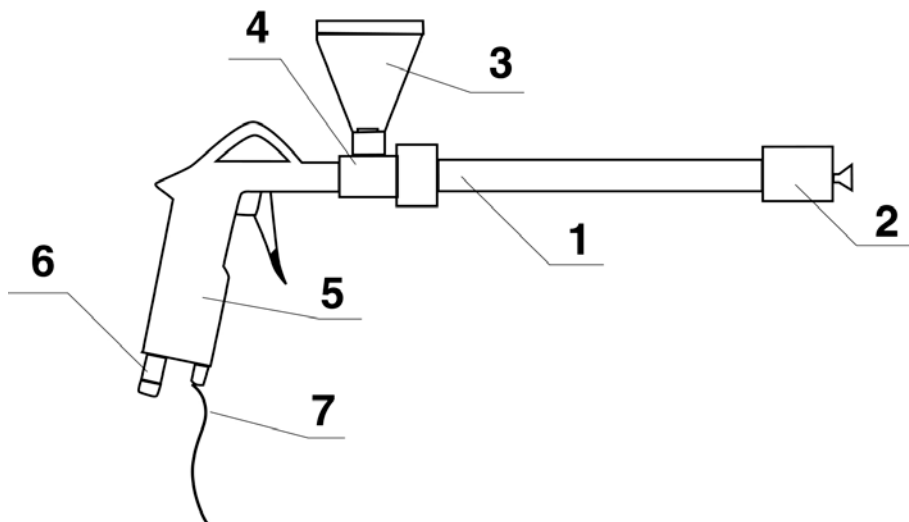

Рис.2
5. Для регулировки величины угла факела напыления использовать регулировочный раструб 2 (рис.2) на конце ствола распылителя;
1. Провод заземления 7 (рис.2) заземлить в единый контур с окрашиваемой деталью;
4. Для регулировки величины угла факела напыления использовать регулировочный раструб 2 (рис.2) на конце ствола напылителя;